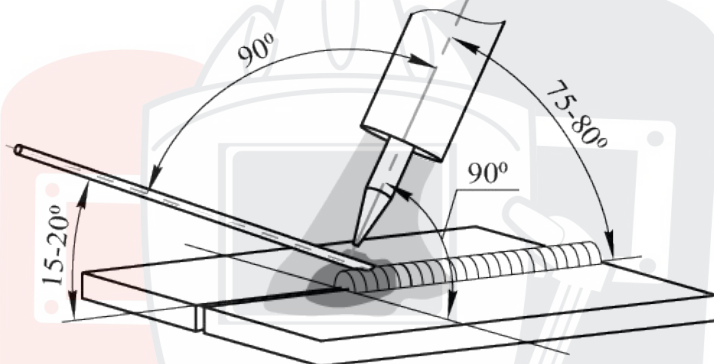

Рис. 9.9.1. Угол наклона горелки.
Сварку обычно выполняют справа налево. При сварке без присадочного материала электрод располагают перпендикулярно к поверхности свариваемого металла, а с присадочным материалом – под углом. Присадочный пруток перемещают впереди горелки (См. рис. 9.9.1).
**При аргонодуговой сварке также следует не забывать про противоположный угол наклона горелки (См. рис. 9.9.1). Это влияет на формирование сварочного шва. Старайтесь держать горелку под углом 90° (по отношению к линии шва).**